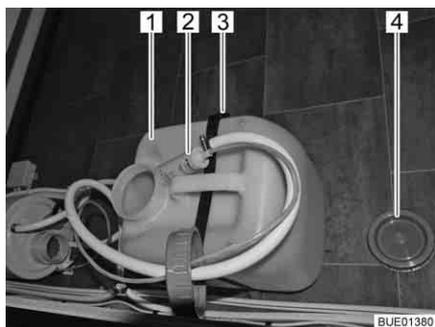

Bild 161 Wassertank 16 l
Bei Transport den Wassertank mit dem Verschlussdeckel (Bild 161,4) verschließen.
- Wasserpumpe (Bild 161,2) aus dem Wassertank (Bild 161,1) ziehen.
- Haltegurt (Bild 161,3) lösen.